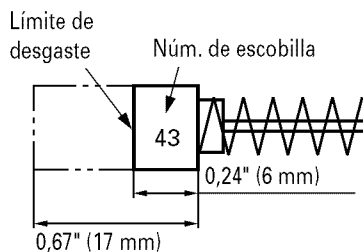

Fig. 28
4. Inspeccionar los escobillas de carbón (Fig. 28)
NOTA: Utilice las escobillas HITACHI Núm. 43 indicadas en la Fig. 28.